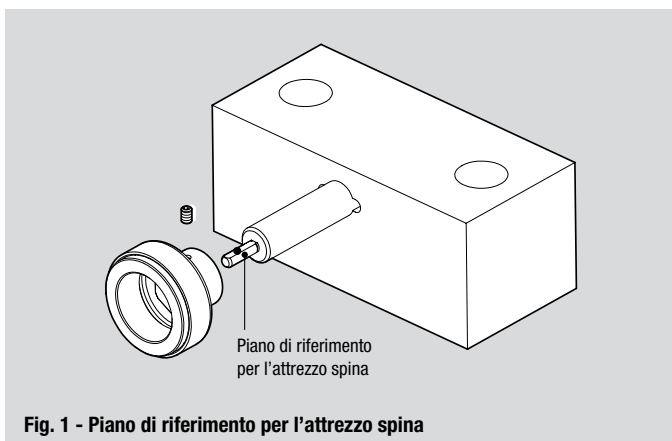

Fig. 1 - Piano di riferimento per l'attrezzo spina
- 3 Disporre il magnete sull'attrezzo AT152 con il grano di fissaggio in corrispondenza del piano di riferimento del perno "D" (fig. 1).